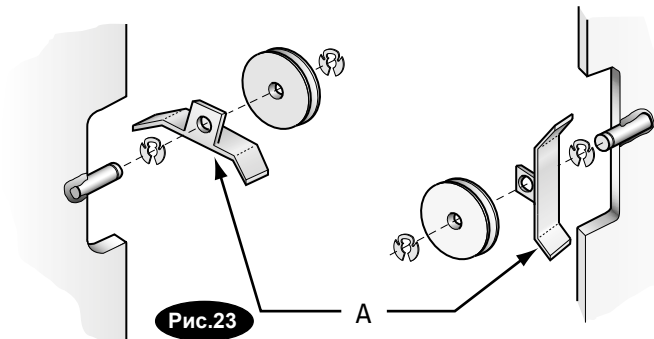

Рис. 23 - сборочные части
- A) Установите кабельную защелку шкива ,крышки шкивов и удерживающие кольца в верхнюю прорезь стойки силового блока согласно рис. 23.